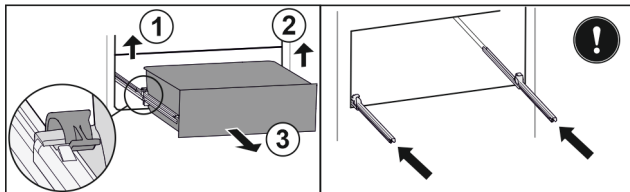

Fig. 197
- Sollevare il morsetto sinistro e allo stesso tempo tirare in avanti il cassetto sinistro. Fig. 197 (1)
- Sollevare il morsetto destro e allo stesso tempo tirare in avanti il cassetto destro. Fig. 197 (2)
- Rimuovere il cassetto tirandolo in avanti. Fig. 197 (3)